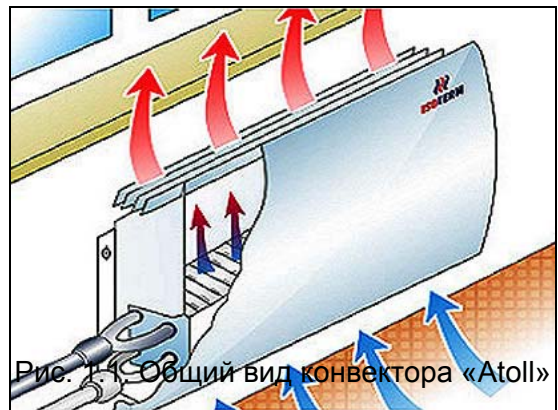
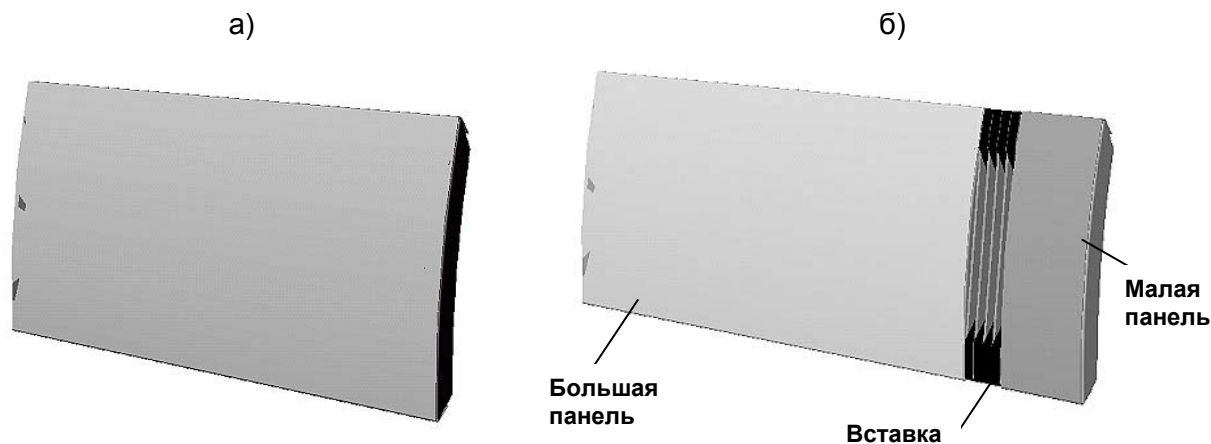

Рис. 1.1. Общий вид конвектора «Atoll»
Рис. 1.2. Фронтальные панели конвекторов «Atoll», «Rodos» (а) и «Atoll Pro» (б)
1.3. Эксклюзивный дизайн новых конвекторов (рис. 1.1) выполнен в известной студии Артемия Лебедева (г. С.-Петербург), специализирующейся на разработке предложений по исполнению различных изделий, в том числе промышленных, в стиле современного дизайна и оригинального цветового оформления. Этот дизайн подходит как для классических, так и современных интерьеров. При разработке новых конвекторов использованы конструктивные решения медно-алюминиевых нагревательных элементов конвекторов «Изотерм» [3], [4], [5] и требования [7].
Базовая модель конвектора «Atoll» в настенном концевом исполнении для присоединения к боковым патрубкам представлена на рис. 1.1. Фронтальная панель этого конвектора имеет выпуклую форму, изготавливается из оцинкованной стали и окрашивается порошковыми эмалями (рис. 1.2а). Цвет определяется заказом, основной цвет – белый. Внешне такая же панель у конвектора «Rodos», но она изготавливается из нержавеющей стали и не окрашивается.
У конвекторов «Atoll Pro» панель составная (рис. 1.2б). Панель состоит из большой и малой панели и расположенной между ними чёрной профилированной вставки. Малая панель, как правило, окрашивается в отличный от большой панели цвет, который выбирается по заказу. При отсутствии заказа малая панель окрашивается в тёмно-серый цвет. Левое или правое положение декоративной вставки обеспечивается поворотом панели на 180°.
У настенных конвекторов роль тыльной панели выполняет стена, на которую навешивается прибор (рис. 1.1 и 1.3), а кронштейны, установленные по краям нагревательного элемента, играют роль внутренних боковых стенок, необходимых для организации наилучшего режима наружного теплообмена между нагревательным элементом и омывающим его воздухом.